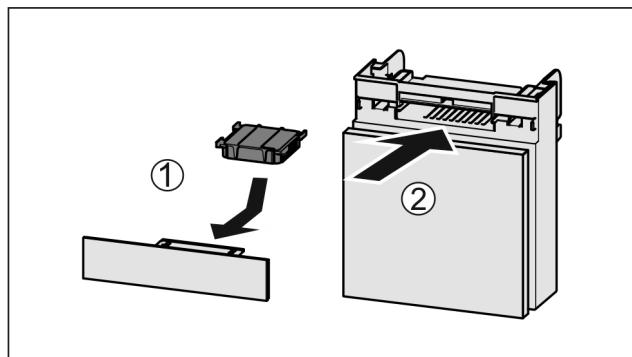

Fig. 39
- Установите фильтр с активированным углем, как показано на рисунке Fig. 39 (1).
► Вставьте отделение Fig. 39 (2).